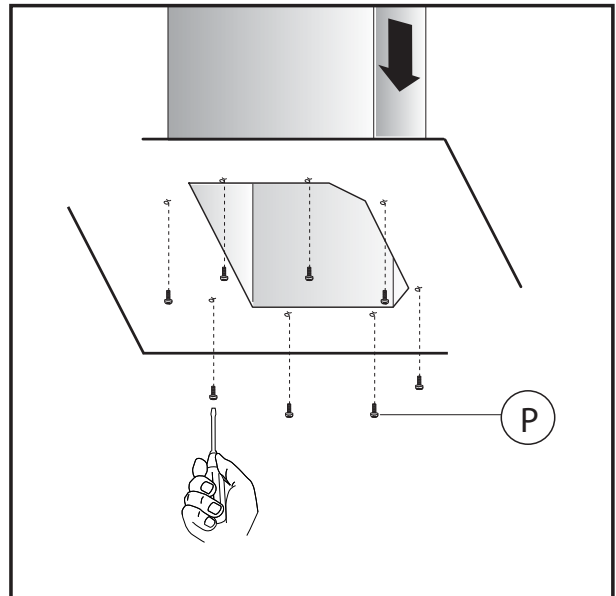
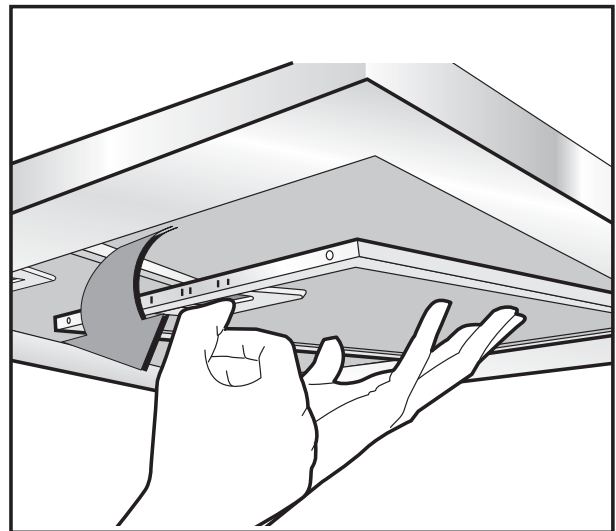

Fig.12
Fig.13
- Si su aparato está equipado con un conducto de evacuación de humo inferior que necesita ser fijado al armazón de la campana con tornillos, quite los filtros antigrasa de la campana utilizando las manijas correspondientes **(Fig.13)**. Luego atornille el tubo del conducto de evacuación de humo inferior dentro de la campana, utilizando los tornillos **P (Fig.12)**. Al final reponga los filtros en su sitio.